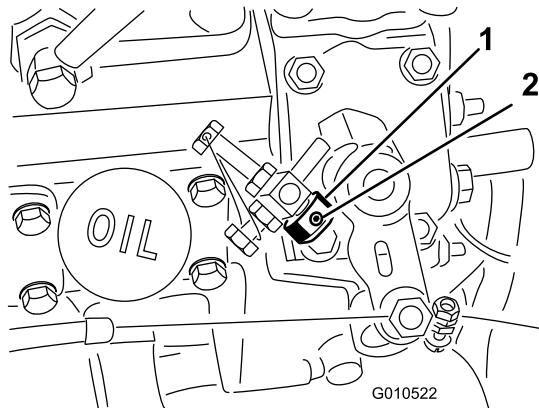

Bild 7
1. Lösen Sie die Stellschraube am Gasbedienungsanschlag (Bild 7).
2. Schieben Sie den Gasbedienungsanschlag auf die hohe Leerlauf-Anschlagschraube (Bild 7). Stellen Sie sicher, dass das abgeschrägte Ende des Gasbedienungsanschlags außen ist.